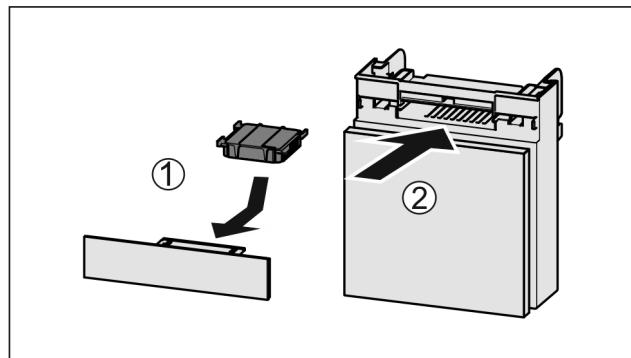

Fig. 142
- Inserire il vano Fig. 142 (2).